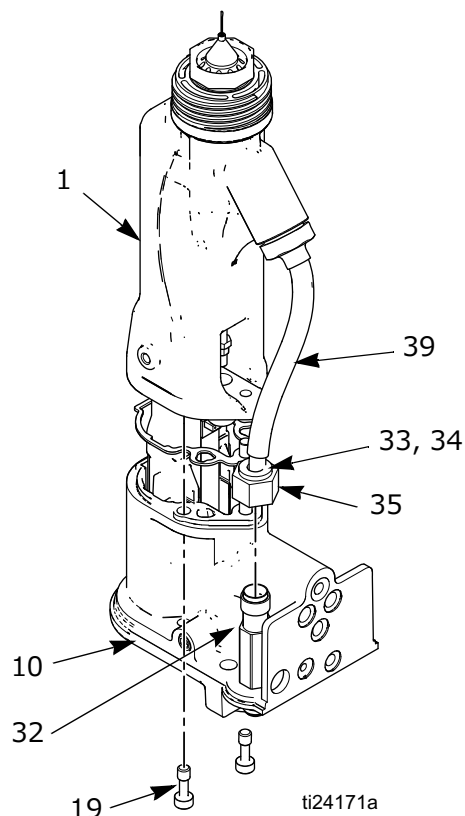

図 24. バレルの取り外し
- エアキャップを取り外します ページ 30 。ガンシュラウド (26) を外します。
- 液体の取り付け金具ナット (35) を注意深くゆるめます。チューブ (39) を取り付け金具 (32) から引き出します。フェール (33、34) とナットの両方がチューブに付いたままであることを確認してください。図 24 を参照してください。
- 2 本のネジ (19) を緩めます。図 24 を参照してください。
- 片手でガン本体 (10) を持って、真っすぐに本体からバレル (1) を引き抜きます。図 24 を参照してください。